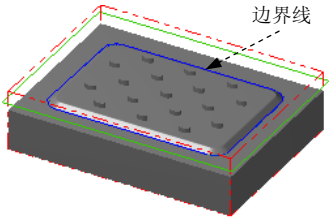
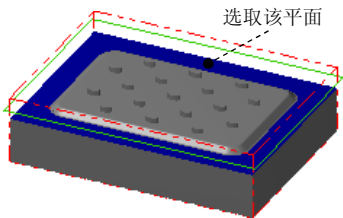

图 25.19 创建边界线
图 25.20 定义附着面
Step1. 创建图 25.19 所示的边界。选择下拉菜单 **C 绘图** → **V 曲面曲线** → **0 单一边界** 命令，系统弹出“单一边界线”工具栏。选取图 25.20 所示的面为附着面。（详细过程参见录像）